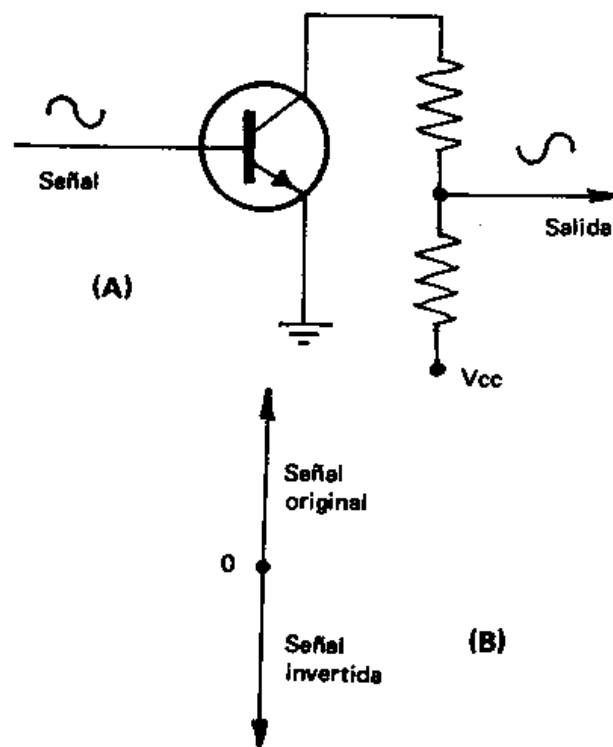

Fig. 5-2 El circuito inversor. A) Disposición elemental. B) Representación de la inversión de una señal.
De inmediato llegamos al bloque (5) al que denominamos desfasador. Se trata de algo muy simple y que además ya hemos visto. Un circuito que invierte la polaridad de las señales y que para disipar cualquier duda, en la fig. 5-2 le mostramos como trabaja.